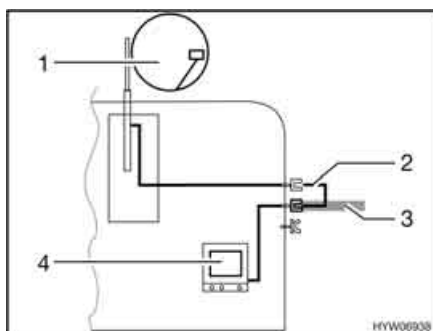

Fig. 158 TV nel veicolo
- TV nel veicolo (Fig. 158,4): Collegamento all'antenna del tetto (Fig. 158,1) con cavo di collegamento (Fig. 158,2)
- TV nel veicolo (Fig. 158,4): Collegamento a antenna esterna (Fig. 158,3)